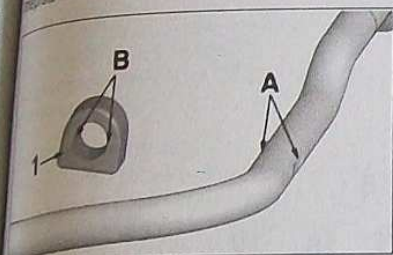

FIG. 6
- vérifier l'état des paliers élastiques (1) (Fig.6) puis
- intérieurs (B) avec ceux de la barre (A).